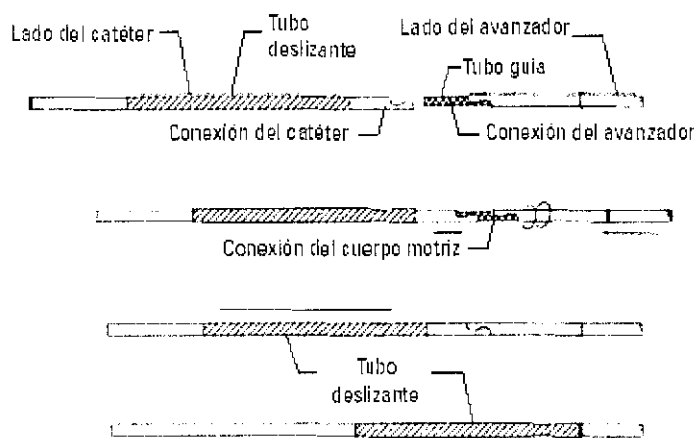

Figura 3
- Mueva el tubo deslizante de color marrón encima de la conexión del cuerpo motriz hasta que llegue al tope y cubra la conexión por completo. Consulte la figura 3.